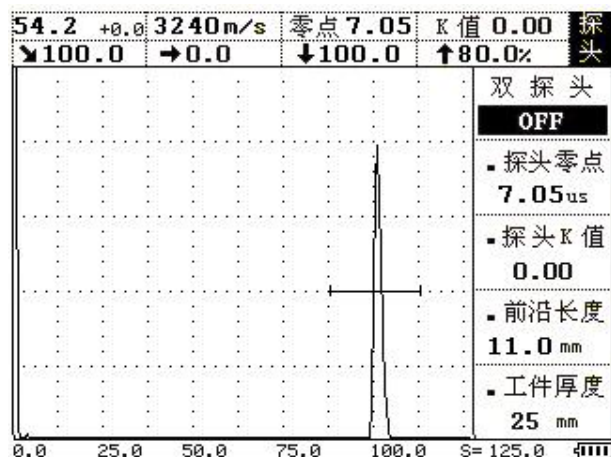

图 4-6
4、校准探头零点：将探头放在试块上并移动，使得R100mm的圆弧面的反射回波达到最高。在屏幕的左上角显示声程值，如这一数值不等于100mm，按 **探头** 键进入探头菜单，再按 **▲**（上）或 **▼**（下）键调整到探头零点子菜单，再用 **◀**（左）或 **▶**（右）键调整，使数值等于100mm。或者直接按 **波峰记忆** 键，自动校准探头零点。如图4-6所示此时探头零点校准完毕。